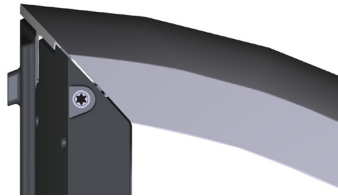

Abbildung 2: Position der Torx T25-Schrauben zum Lösen, Einstellen und Befestigen des Gehäuses
- Lösen Sie mit einem Torx m5 (T25) -Schraubenzieher die beiden Schrauben an der Seite der Rückseite des Gehäuses (siehe Abbildung 2).